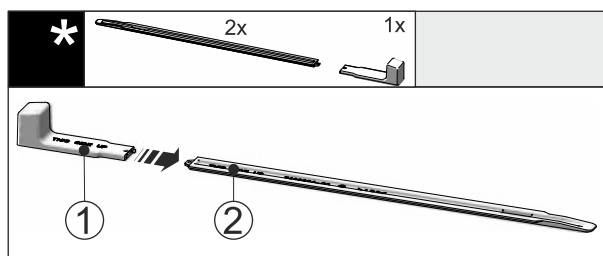

Fig. 46
- ▶ Montážní úchyt Fig. 46 (1) připevněte k nivelační liště Fig. 46 (2).